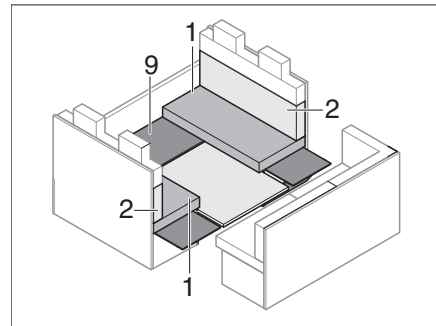

Fig. 178 Pendant la transformation
- Remettre le soubassement (Fig. 178,9) en place.